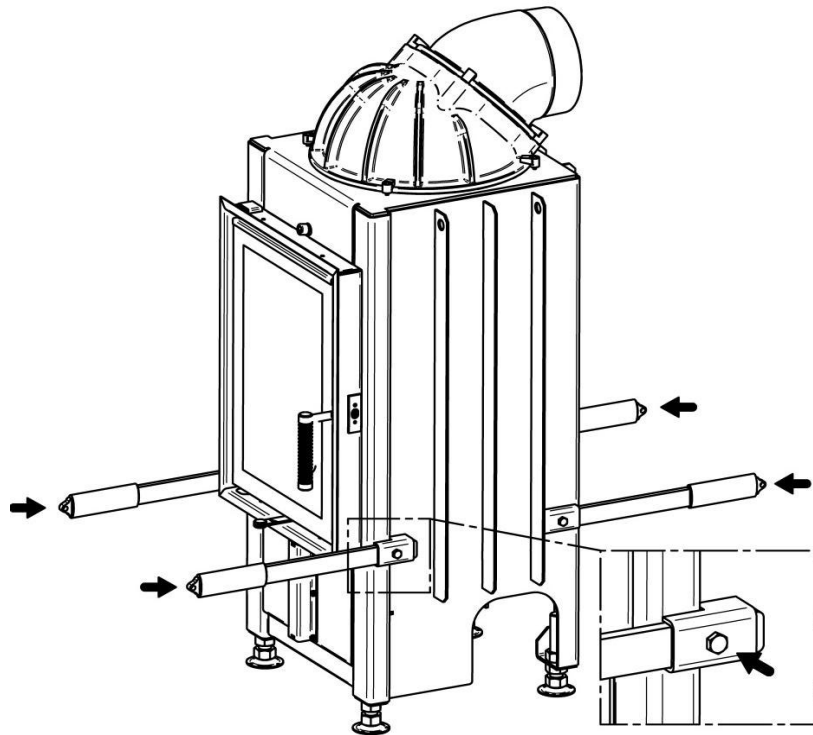

Рис. 1
- Перемещение топки облегчается при помощи транспортировочных ручек, которые могут быть вставлены в корпус топки (рис. 1).